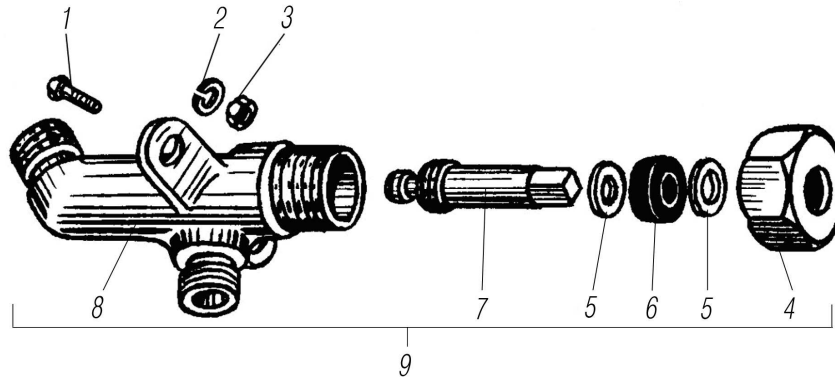

Рисунок 3.12
*¹ См. рисунок 3.12
See figure 3.12